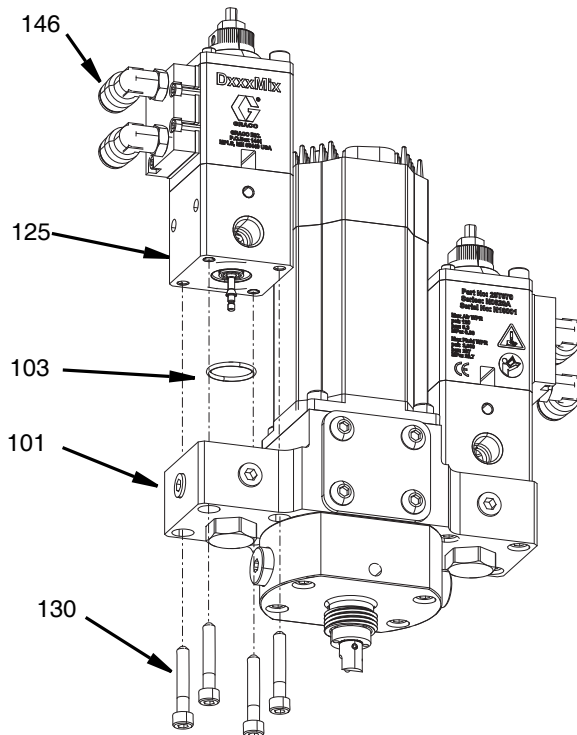

ABB. 28
3. Die runden 5/16"-Nylonrohre (141) von den Winkelverschraubungen (146) abnehmen.
4. Die vier Schrauben (130), die das Ventil (125) am Basisgehäuse (101) halten, mit einem 4-mm-Inbusschlüssel entfernen.
5. O-Ring-Packung (103) ausbauen. Siehe ABB. 28.